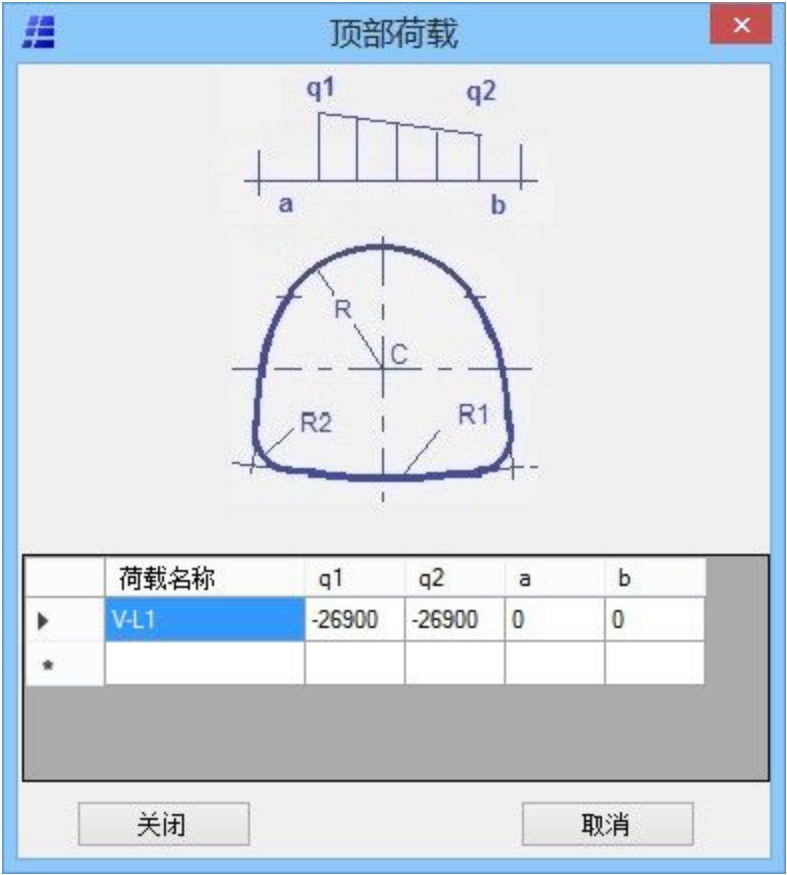

图 65：垂直荷载输入表
4. 建立荷载 断面形成后，可以建立荷载。首先看是否要加水压力，若需要水压 力填写水压力值（正值）。然后按垂直压力或水平压力键来建立垂直或水平压力。按垂直压力或水平压力键后，压力数表就出现了， 图 65。按照表格填写压力值，一般为负值。用户可以设四种不同的 垂直压力和四种不同的水平压力。